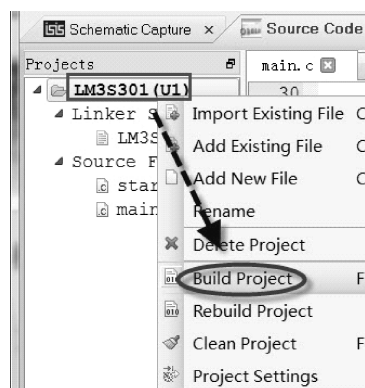
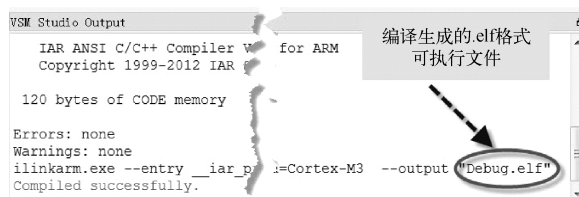

图 2-20 编译工程
图 2-21 闪烁灯工程的编译结果
9) 右键单击工程名，在弹出的下拉菜单中选择 Build Project 编译工程（如图 2-20 所示），其编译结果如图 2-21 所示。